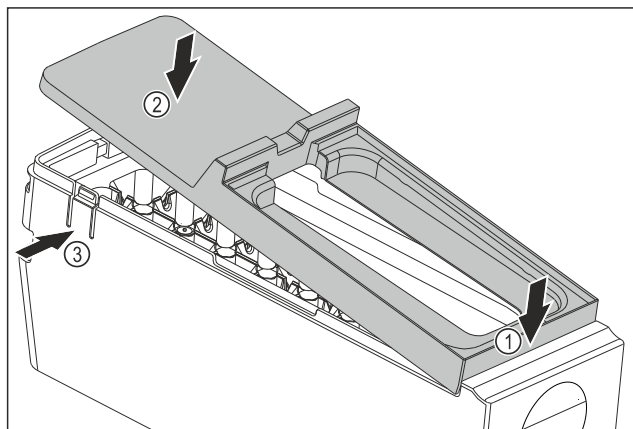

Fig. 144
- ▶ Montare la copertura del corpo dell'EasyTwist-Ice: Applicare la copertura sul davanti. Fig. 144 (1)
- ▶ Abbassare la copertura sul retro. Fig. 144 (2)
- ▷ La copertura si innesta in entrambe le linguette Fig. 144 (3) in modo udibile.